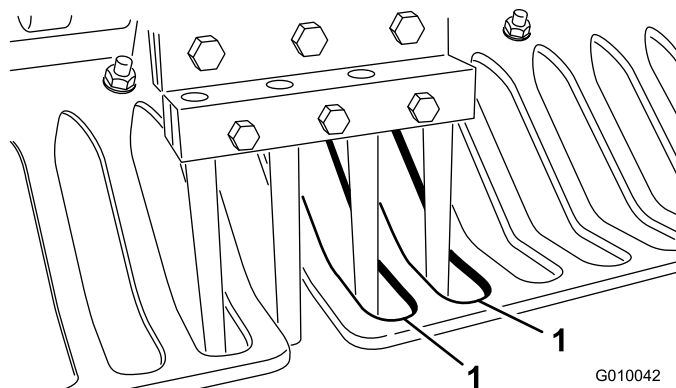

Рисунок 26
6. Проверьте, чтобы зубья были выровнены по центрам прорезей в травоотбойниках (Рисунок 26). Отрегулируйте травоотбойники должным образом и затяните гайки.